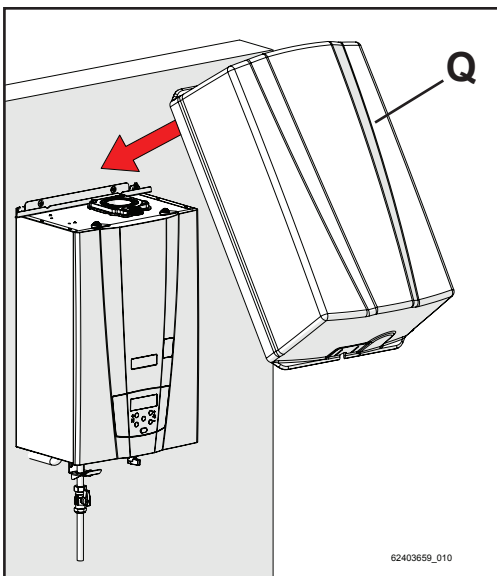
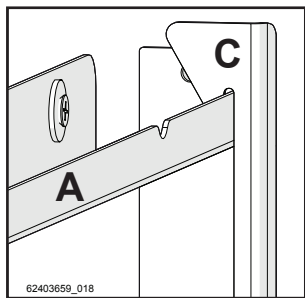
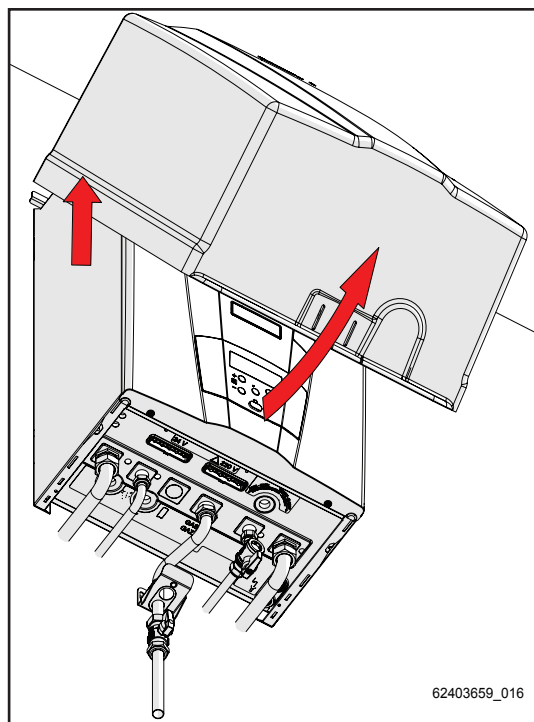

Figure 5-50
Figure 5-53
Figure 5-60
- 7.- Appliquer la couverture comme le montrent les Figures 5-50, 5-51 et 5-52 dans l'ordre ; en s'assurant que les crochets « C », présents sur le châssis de la couverture, se fixent sur l'étrier supérieur « A » comme l'indique la Figure 5-53;
- 3.- Tourner et soulever la couverture comme sur la Figure 5-60, en se rappelant d'extraire les crochets du châssis « C » de l'étrier de support supérieur « A » comme l'indique la Figure 5-53.